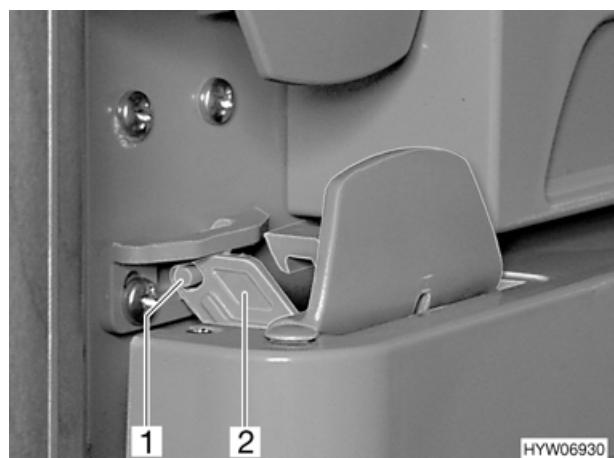

Fig. 82 Porta del frigorifero in posizione di aerazione
- Aprire il bloccaggio (Fig. 82,2) e innestarla nel perno (Fig. 82,1). In questo modo la porta rimane ferma in posizione socchiusa.